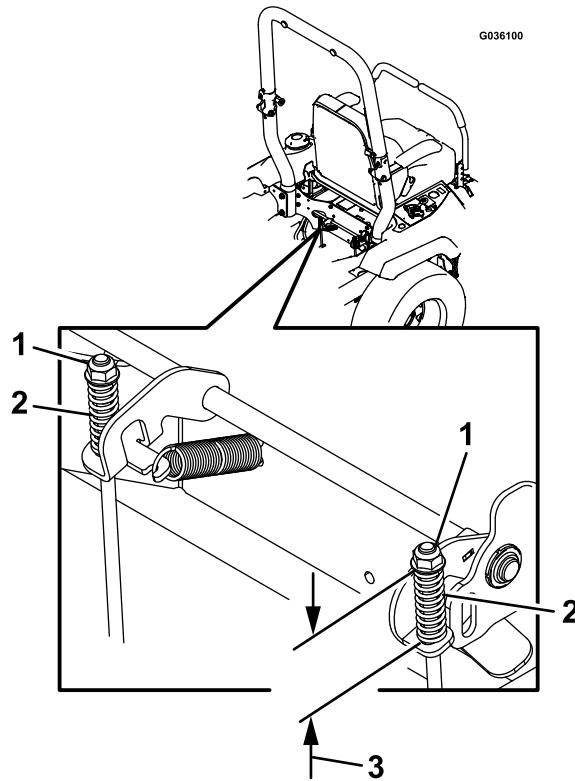

Figura 61
8. Compruebe la longitud de ambos muelles, según se muestra en Figura 61. Si es necesario ajustarlos, gire la tuerca superior en sentido horario para acortar el muelle y en sentido antihorario para alargarlo.